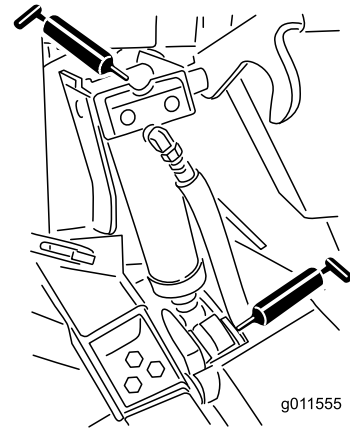

Figure 72
- 4 bagues de vérin de levage (Figure 72)